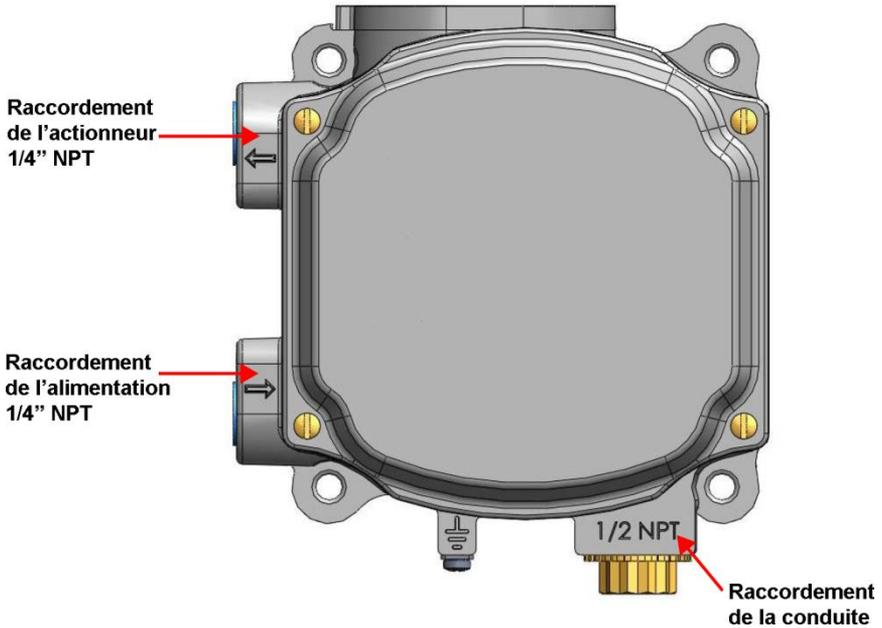

Figure 16 Orifices pneumatiques
1. Raccorder la tubulure à l'orifice d'alimentation en air. Le diamètre de la tubulure doit être au minimum de 1/4 "(Figure 16).